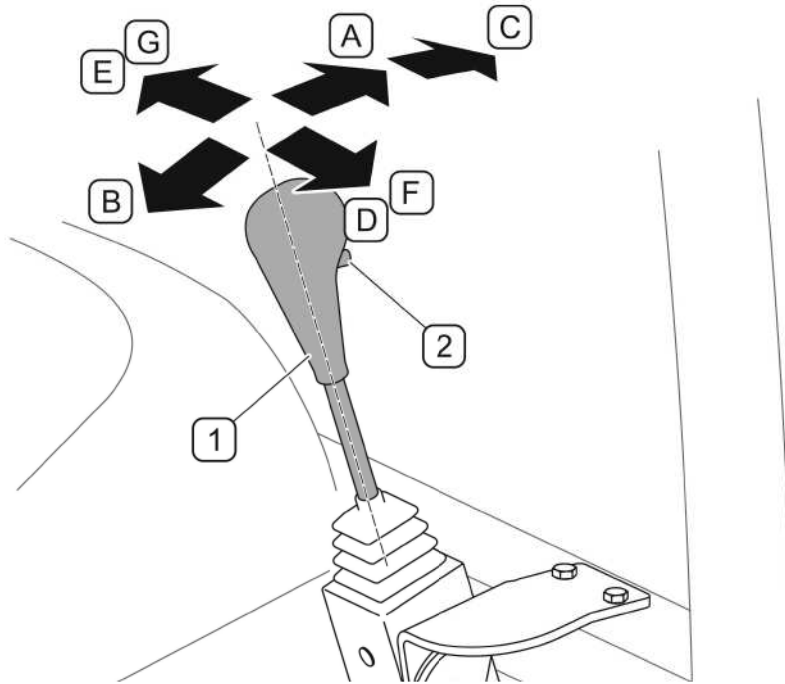

РИСУНОК 4.17 А УПРАВЛЕНИЕ ПОГРУЗЧИКОМ
Положение (F) и (G) (РИСУНОК 4.17 А) используется в том случае, если рабочий орган оснащен гидравлической системой (напр. навозные вилы с захватом, захват рулонов, ружчик силоса и т.п.), присоединенной спереди к быстроразъемным соединениям стрелы (только при 3-секционном управлении). Для того, чтобы открыть рабочий орган, необходимо перевести рычаг в крайнее правое положение и дополнительно нажать на кнопку (2) (РИСУНОК 4.17 А) на рукоятке рычага. Чтобы закрыть рабочий орган, нужно нажать на кнопку (2) и перевести рычаг управления в левое положение.